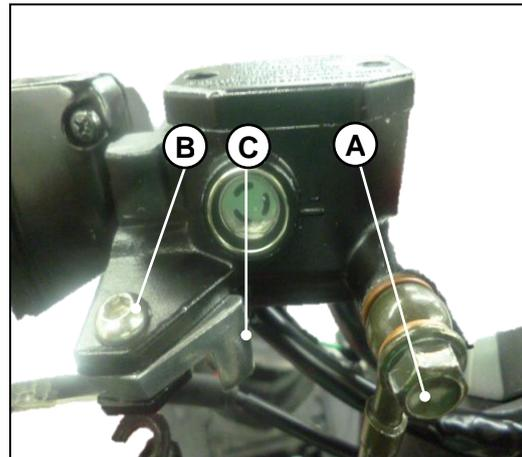

Fig. 4.38
Retire el tornillo conector de la manguera (A), la manigueta de freno (B), y el interruptor de la luz de freno (C) Retire la bomba del manubrio y con especial cuidado el guardapolvo del pistón (A). **Fig. 4.38 y 4.39**